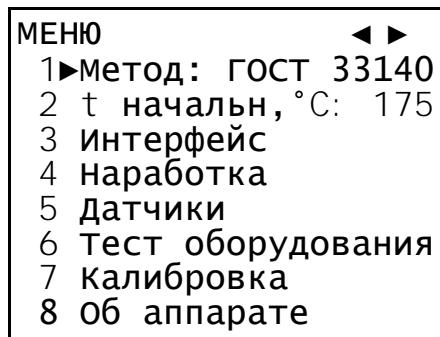

Рисунок 15 – Меню пользователя
4.8.1.1 Если в режиме ожидания нажать кнопку [Режим] на лицевой панели, то откроется пользовательское меню (см. рисунок 15, страница 11).